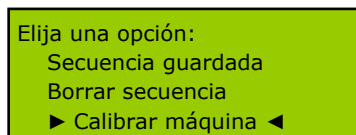

Figura 8.
- “*Calibrar máquina*” permite ajustar la precisión de giro del sistema. Para seleccionarla, coloque los cursores junto a esta opción como se muestra en la Figura 8 y pulse [ENTER].